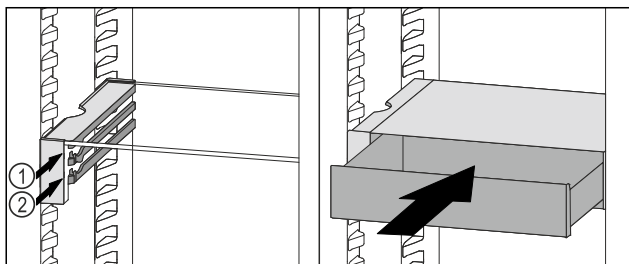

Fig. 114
- Așezați sertarul VarioSafe în spatele opritoarelor pe nervura dorită Fig. 114 (1) sau Fig. 114 (2).